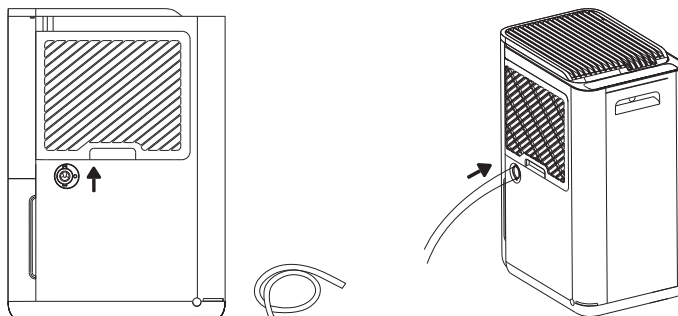

Рис. 4.
- В. **Непрерывный слив** (Рис. 4). Для слива конденсата подсоедините дренажный шланг к отверстию в верхней части бака и организуйте отвод воды в специальную емкость либо в канализационное отверстие.